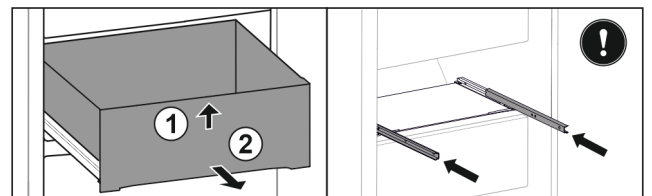

Fig. 125
- ▶ Підняти висувний ящик спереду. Fig. 125 (1)
- ▶ Вийняти висувний ящик рухом вперед. Fig. 125 (2)